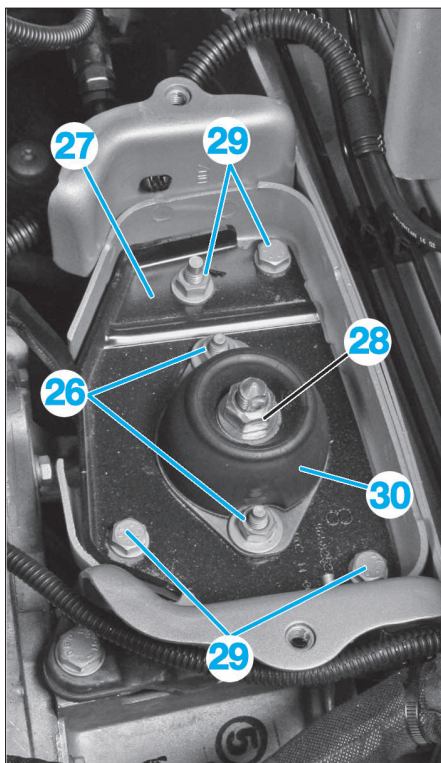

FIG. 11
- Déposer (Fig.11) :
- l'écrou d'axe de boîte de vitesses (28)
- les écrous de cale élastique (26)
- la cale élastique (30)
- les vis et l'écrou (29) du support (27)
- le support (27).